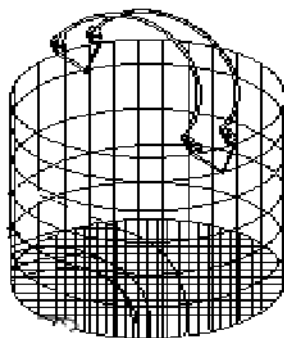

Figura 11
- C. Coloque los artículos que se van a esterilizar y las tiras indicadoras de esterilización en la canastilla según lo requerido en la Figura 11.